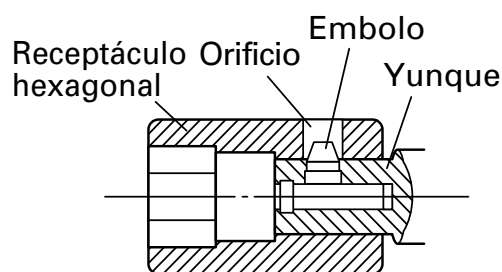

Fig. 2
7. Montaje del receptáculo (Fig.2)